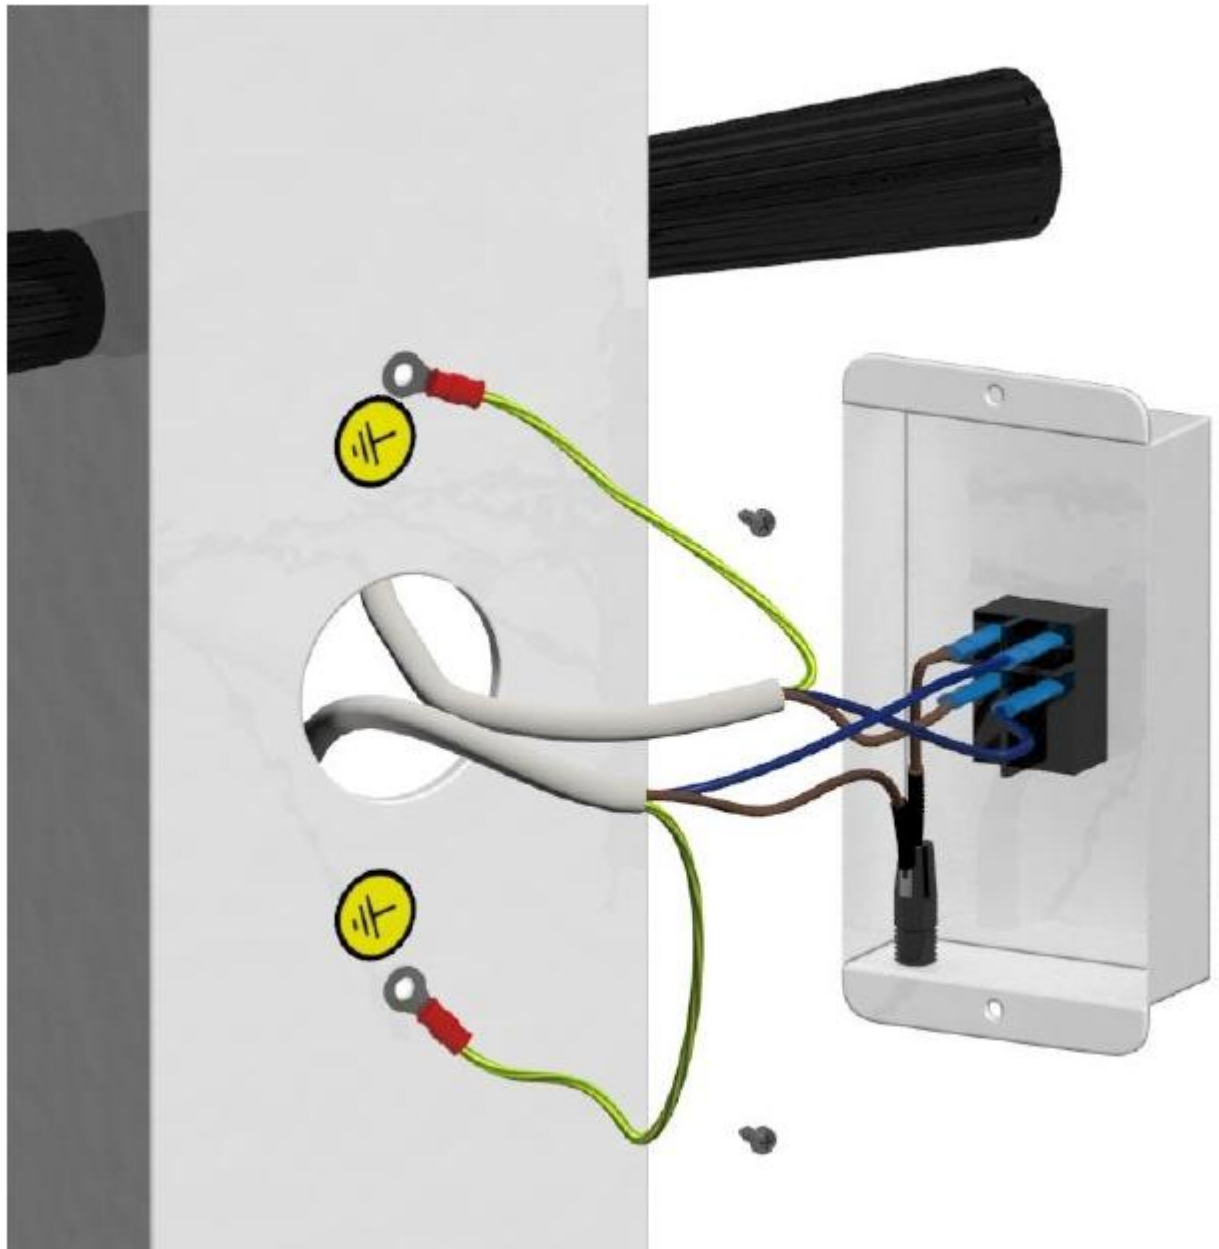

Рис. 18
✓ Соедините кабель, идущий от двойного рычага пантографа (D) к переключателю предохранительной коробки (F), как показано на рис. 18